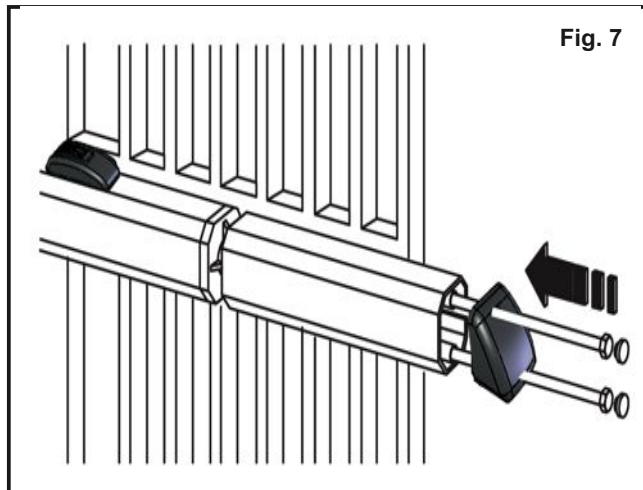

Fig. 7
N) Applicare il copri stelo sull'attuatore (fig. 7);